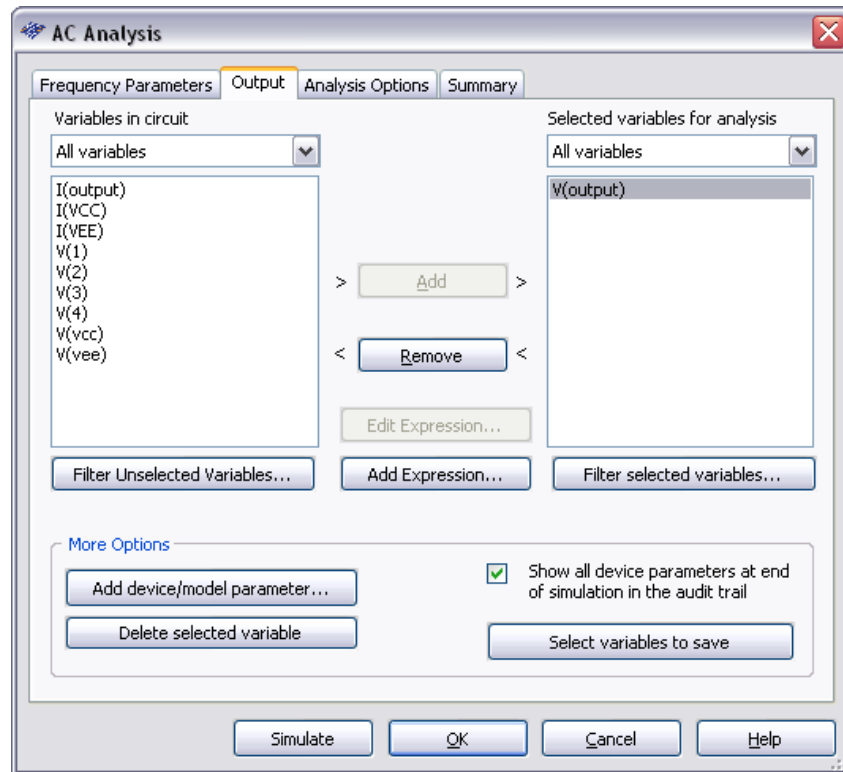

Figure E2-14. Onglet sortie de l'analyse AC
- Sélectionnez l'onglet *Output* et paramétrez une analyse AC en sortie du filtre (Figure E2-14) : sélectionnez **V(output)**